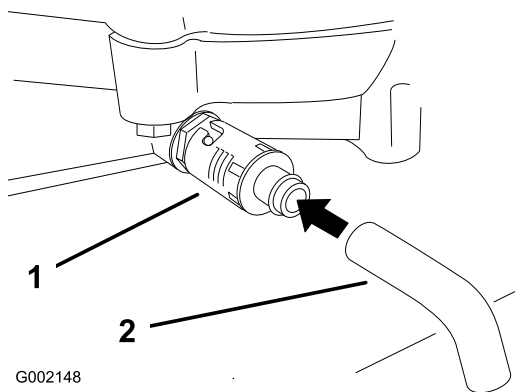

Figura 22
- Coloque um recipiente debaixo do orifício de escoamento de óleo. Rode a válvula de drenagem de óleo para deixar o óleo drenar (Figura 22).